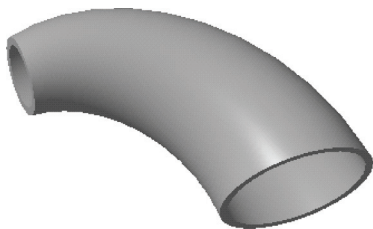

图 12-39 打开模型文件
STEP 01 单击快速访问工具栏中的“打开”按钮，打开模型文件，如图 12-39 所示。